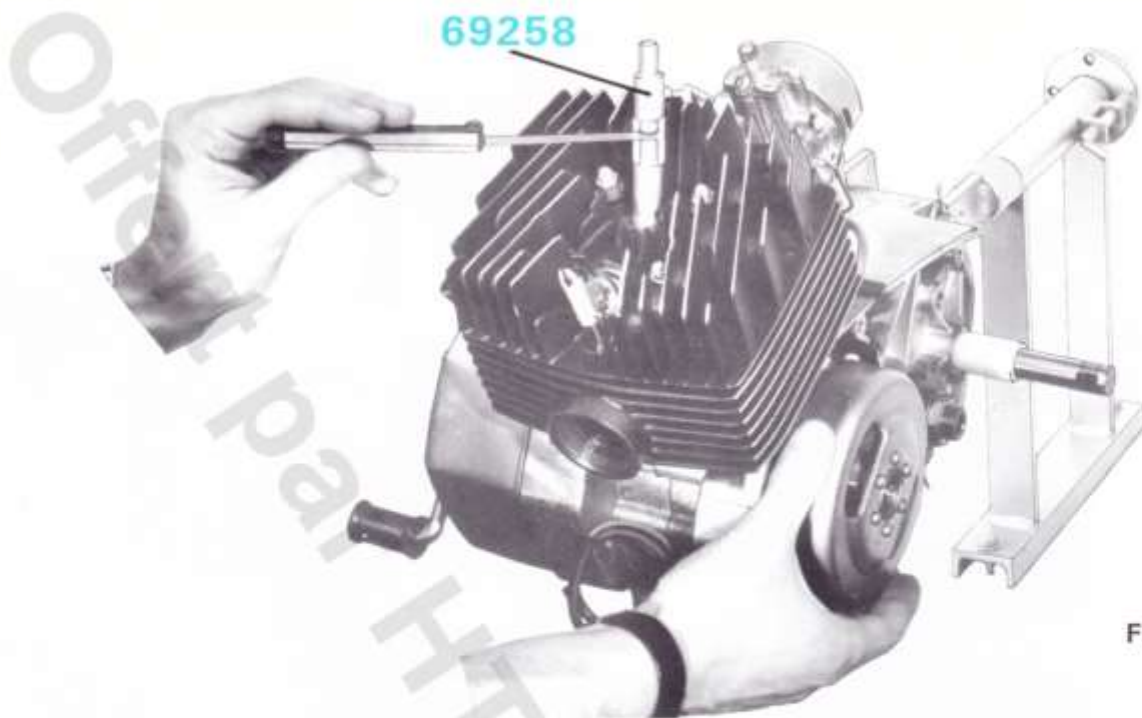

Figure 12
- Introduire entre les deux tiges coulissantes une cale d'épaisseur de 2,9 mm (pour obtenir à la verticale 2,5 mm). Tourner le rotor dans le sens de la flèche jusqu'au pincement de la cale (figure 12).